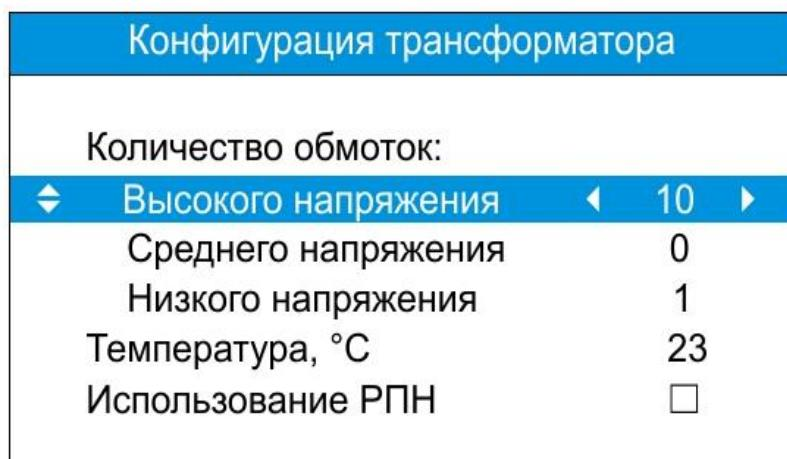

Рис. 7. Выбор характеристик трансформатора.
**4.3.1.** Для начала испытаний нового трансформатора потребуется определить его конфигурацию с помощь диалогового окна, представленного на рис. 7.